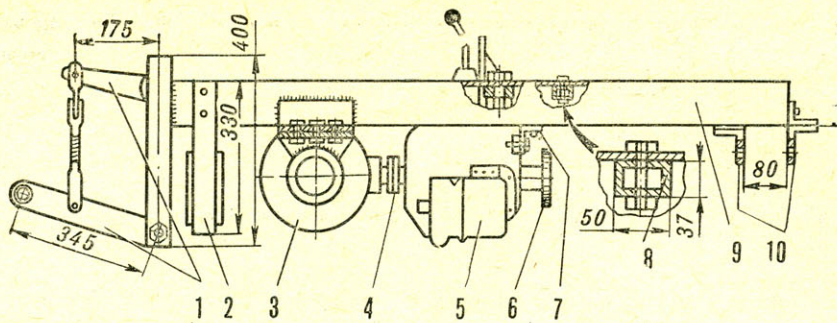

Рис. 3. Крепление заднего моста и редуктора к раме:
**Рама** (см. рис. 3) изготовлена из двутавровых балок № 10. К ее середине приварены две траверсы для крепления рулевой колонки и редуктора двигателя. Задний мост крепится к раме жестко.
**Ходовая часть.** Задний мост (рис. 3) — от автомобиля ГАЗ-51 — укорочен, как показано на рисунке. Балка переднего моста (рис. 4) самодельная, из трубы  $\varnothing 36$  мм.